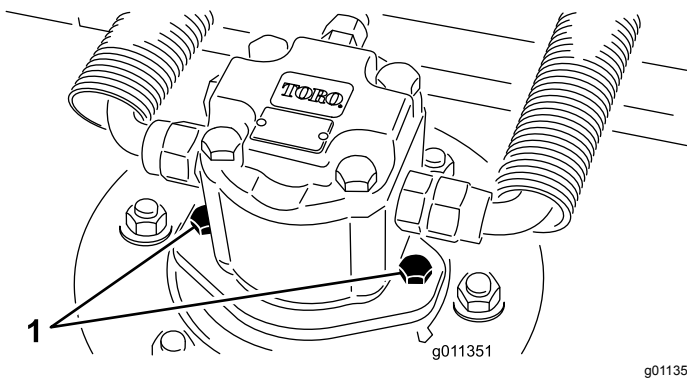

Figura 92
2. Desconecte el motor hidráulico y retírelo de la carcasa (Figura 92). Tape la parte superior del eje para evitar la contaminación.
4. Instale el motor hidráulico en la carcasa (Figura 92). Asegúrese de que la junta tórica está correctamente colocada y que no está dañada.